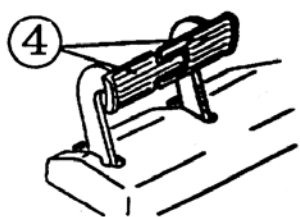

Рис. 2-7.
#### 2.2.1.4 Педаль тормоза (4) (Рис. 2-7)